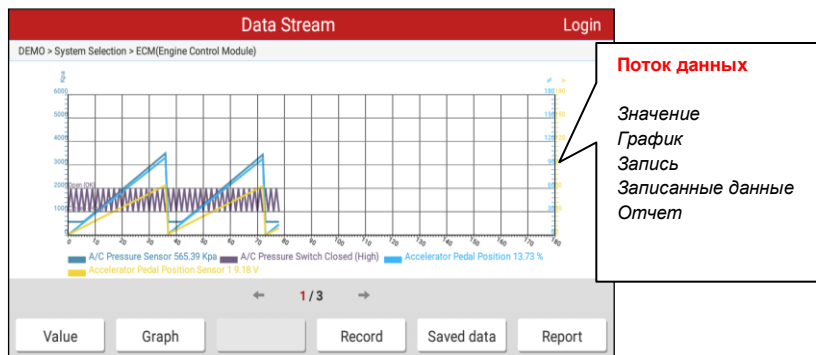

Рис. 5-14
- ✓ **Объединенный** – режим наложения графиков для сравнения данных. В этом случае разные данные выделены разными цветами. См. рис. 5-14.